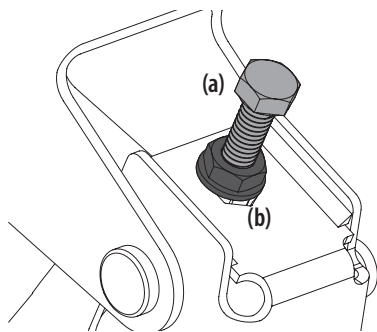

Figure 37
3. Localisez les boulons de réglage (a) à gauche et à droite du plateau. Consultez la Figure 37.
4. Desserrez, mais ne retirez pas, les contre-écrous (b) du boulon de réglage. Ajustez le boulon de réglage droit ou gauche vers le haut ou le bas, le cas échéant, jusqu'à ce que les hauteurs de chaque côté soient égales. Consultez la Figure 37.